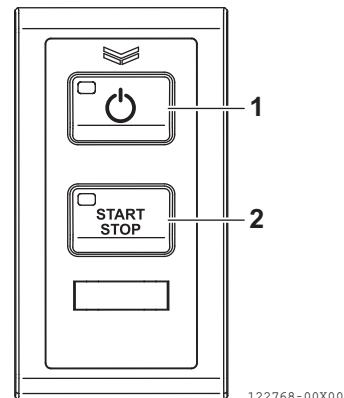

Figure 35
4. Appuyez sur l'interrupteur d'alimentation du panneau de commande de la station sélectionnée (**Figure 35, (1)**).
9. Appuyez sur l'interrupteur MARCHE/ARRÊT du moteur (**Figure 35, (2)**) et allumez le démarreur.